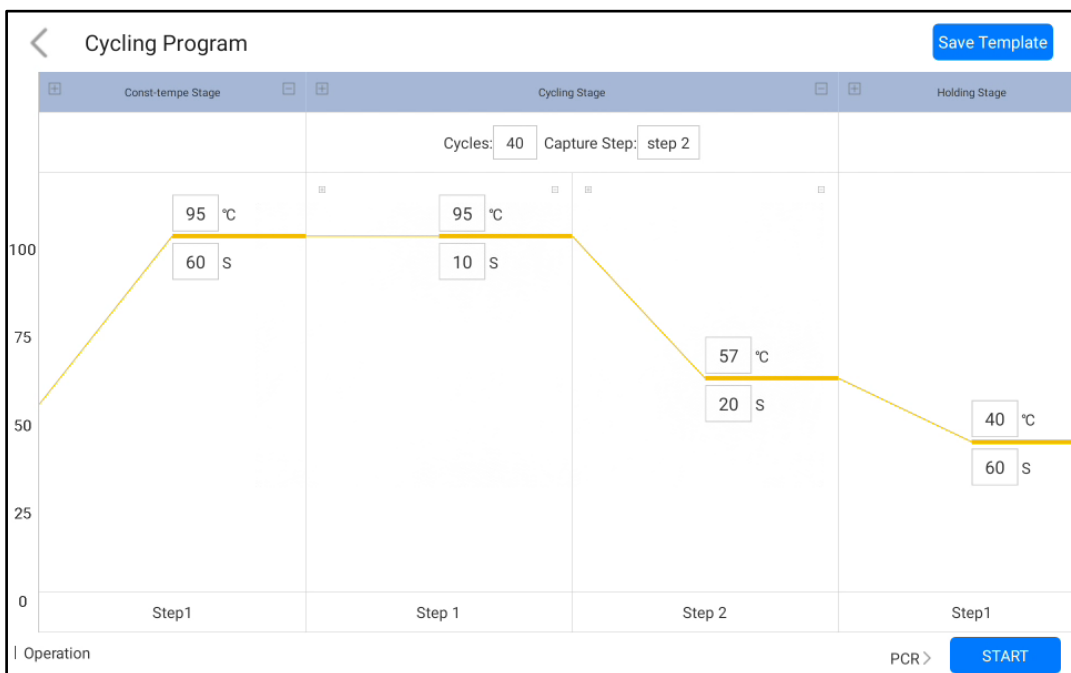

Abbildung 4-2-2 Experimenteinstellungen 2
- 1) In der Testoberfläche klicken Sie auf "Neues Experiment" (Abbildung 4-2-1). Im rechten Bereich befinden sich die Experimenteinstellungen 1. In den Experimenteinstellungen 1 (Abbildung 4-2-2) geben Sie den Experimentnamen ein, wählen den entsprechenden Kanal, die Position im Well, geben die Probeninformationen ein usw. Klicken Sie auf "Weiter", um zu den Experimenteinstellungen 2 zu gelangen.